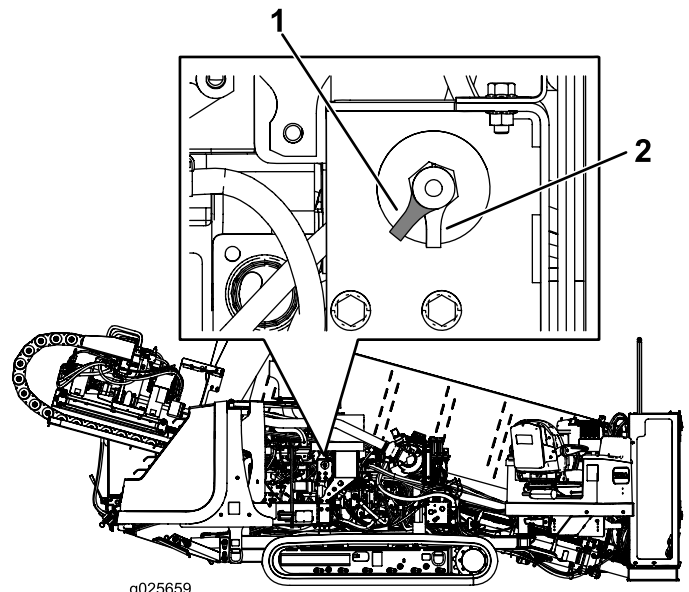

Figura 49
- Para energizar a máquina eletricamente, gire o interruptor de desconexão da bateria no sentido horário para a posição On (Figura 49).
- Para desenergizar a máquina eletricamente, gire o interruptor de desconexão da bateria no sentido anti-horário para a posição Off (Figura 49).